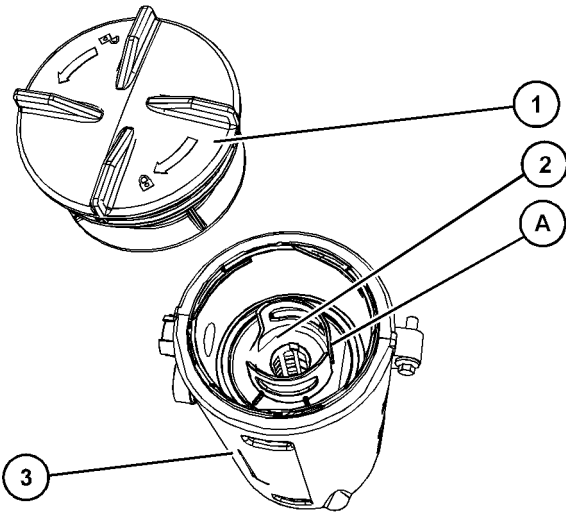

图 72 典型示例 g06623961
4. 拆下旧密封件 (4), 然后安装新密封件。
5. 将新滤清器滤芯安装到呼吸器体 (3) 内并调整滤清器滤芯以对准位置 (A)。参考图 72。将滤芯上的位置 (A) 与盖上的位置 (B) 对准。